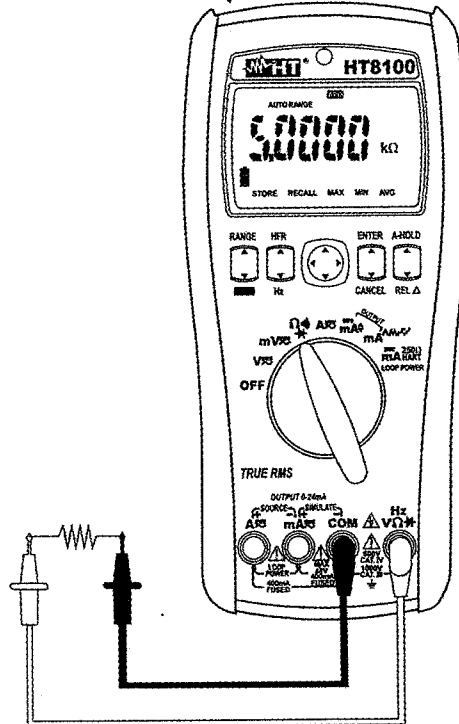

Abb. 6: Verwendung des Gerätes für Widerstandsmessung und Durchgangsprüfung
4. Stellen Sie die Messleitungen in die gewünschten Punkte des zu messenden Kreises (siehe Abb. 6). Der Widerstandswert erscheint auf dem Display. Wenn im Display die Meldung "OL" erscheint, wählen Sie einen höheren Bereich aus.